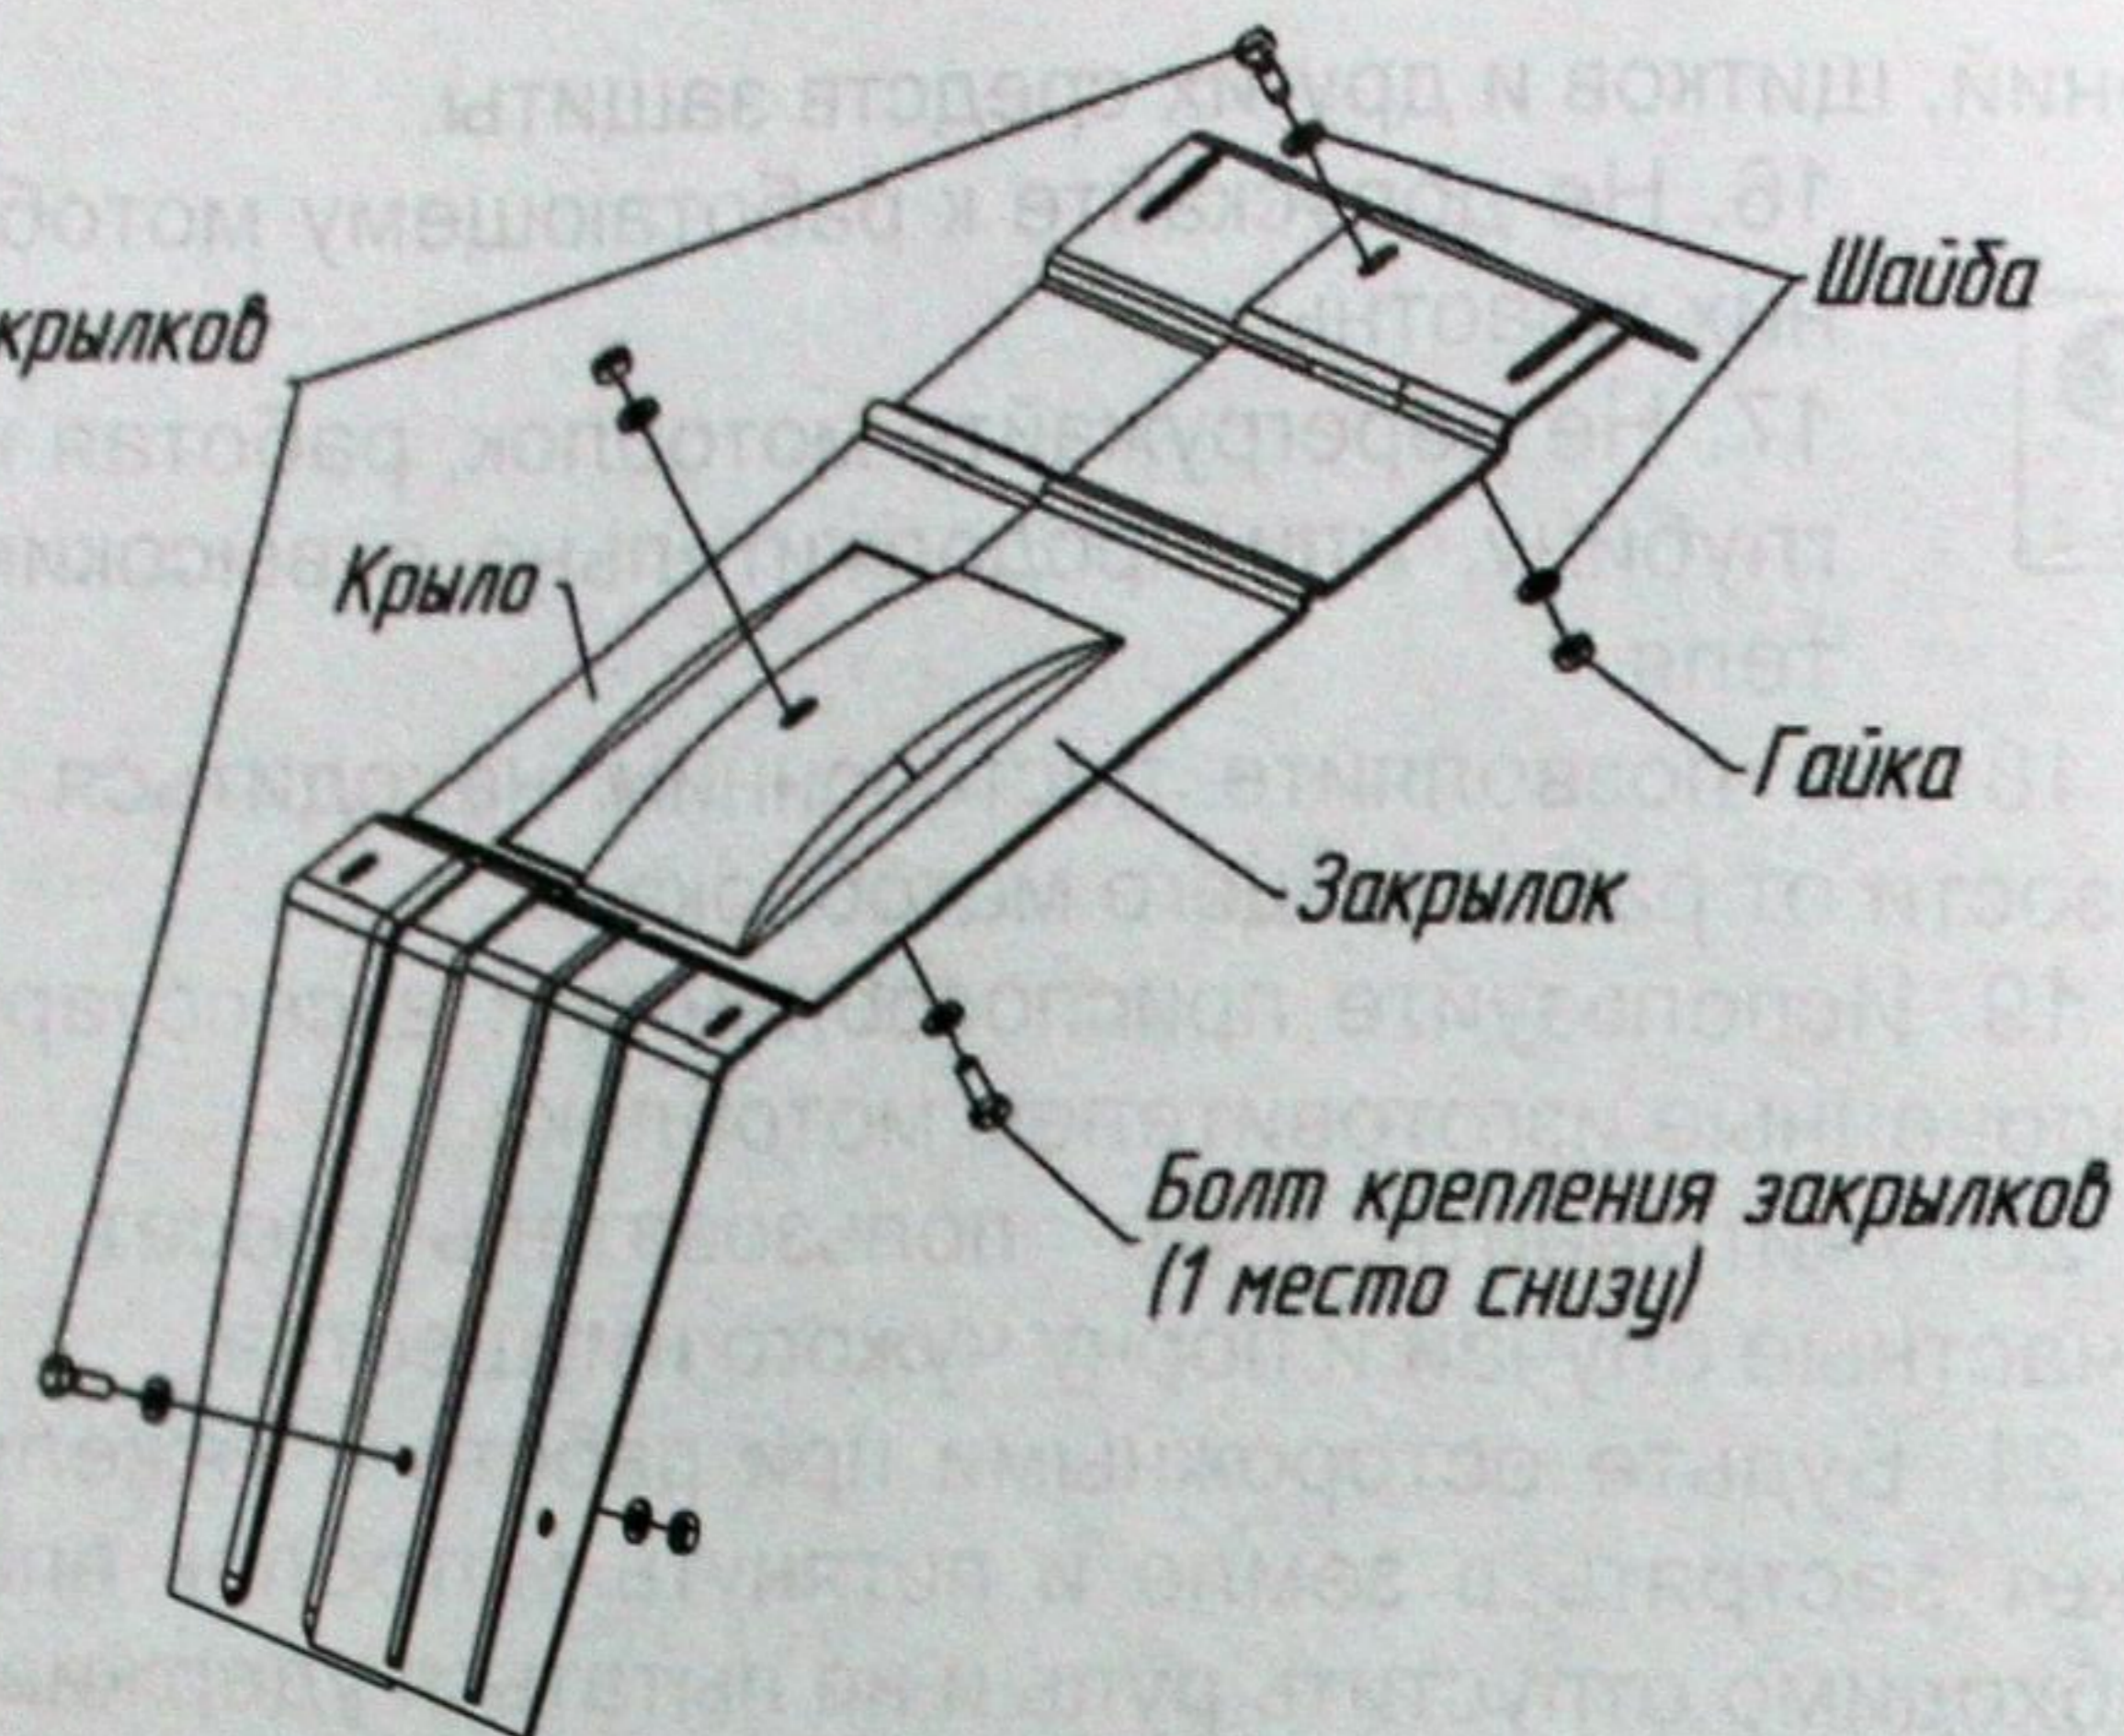

Рис.3. Схема крепления закрылков (дополнительных крыльев)
26. При фрезеровании защитные устройства и щитки должны быть установлены на соответствующие места и надежно закреплены с помощью исправного стандартного инструмента (рис.3).